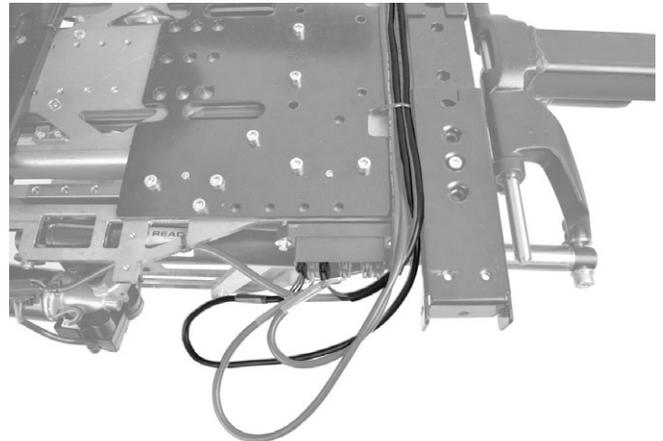

Abbildung 143. Verkabelung der AP Sitzhöhenverstellung wieder an den Kontaktblock am Sitzrahmen anschließen.
4. Verkabelung der AP Sitzhöhenverstellung an den Kontaktblock am Sitzrahmen anschließen. Siehe Abbildung. 143. Kabel an den Leitungshaltern befestigen.